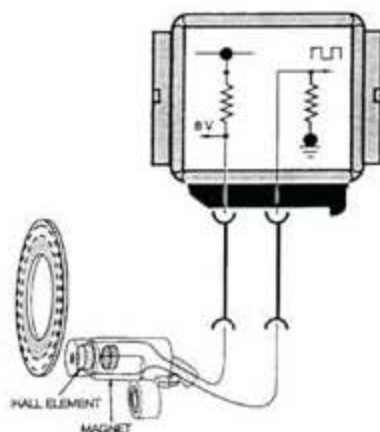

图 2-4 轮速传感器
B). 如图 2-4、图 2-5 所示, 新的宝马轿车采用霍尔型式的轮速传感器, 传感器为二线式(搭铁线为车身搭铁), 其中一条线为电脑输出 8V 参考电压, 另一条为信号线。霍尔轮速传感器切割安装于轮心轴承中的切割齿, 切割盘上安装有 48 个切割齿, 产生信号波形电压为 0.75-2.5V 的脉冲方波信号。